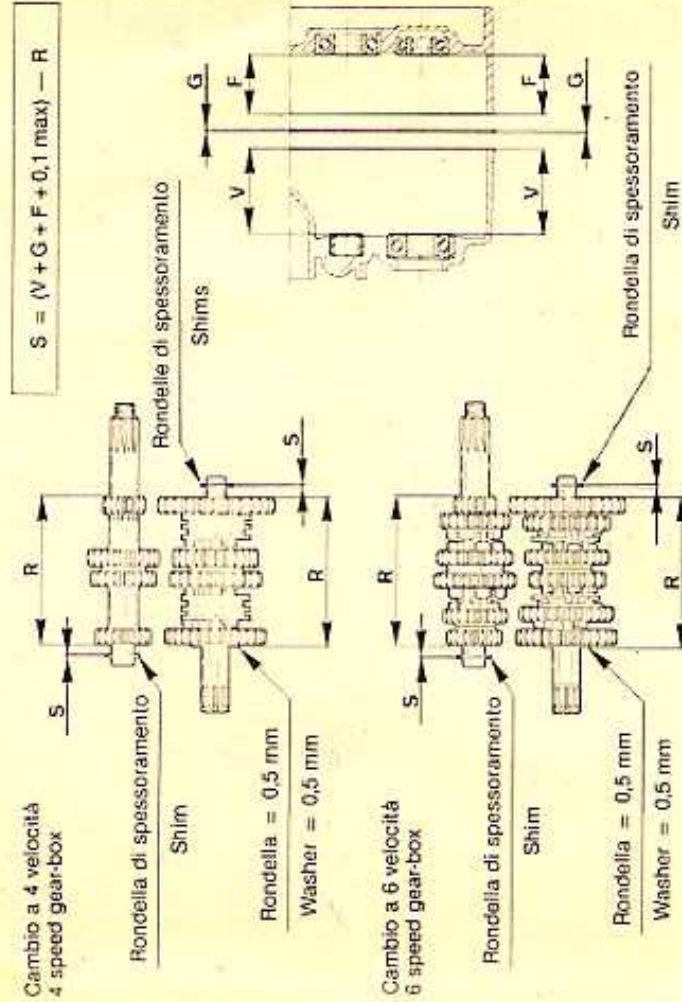

FIG. 23 Cambio Gear-box
- 3) In caso di sostituzione rilevare la distanza dei rasamenti sui due alberi completi e sui semicarter (compresa la guarnizione centrale). Compensare la differenza con rondelle di spessoramento disposte come indicato in fig. 23.